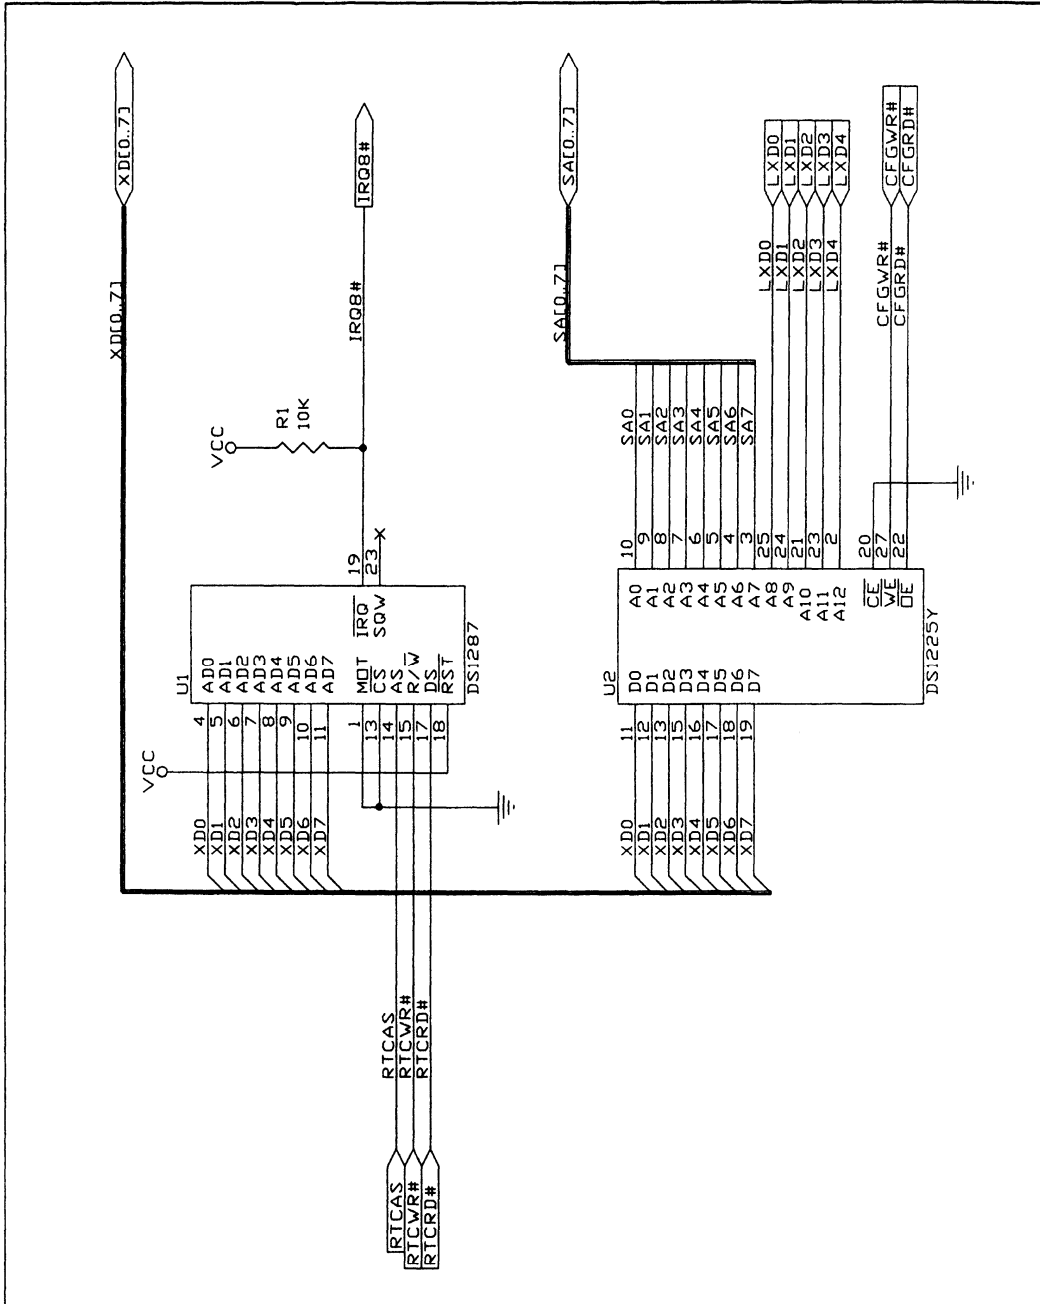

Figure 6. DS1287 w/ NVSRAM EISA or MCA Example
**Table 7. DS1287 w/ NVSRAM EISA or MCA Parts List (Figure 6)**